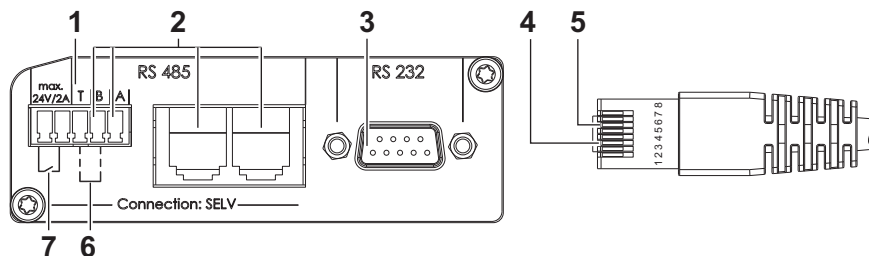

Abb. 7 Anordnung der Netzwerkanschlüsse
- An serieller Schnittstelle EIA485 durch ein Kabel mit RJ45-Steckern oder Kabel am Klemmenstecker die Verbindung zwischen den Wechselrichtern herstellen (siehe Abb. 7).